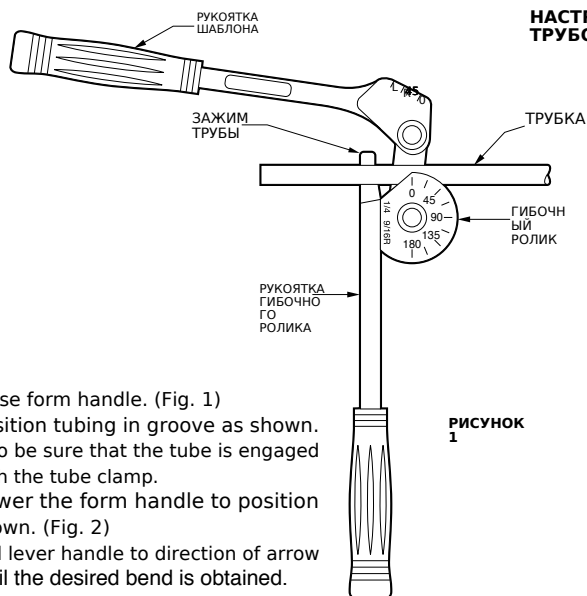

РИСУНОК 1
1. Raise form handle. (Fig. 1)